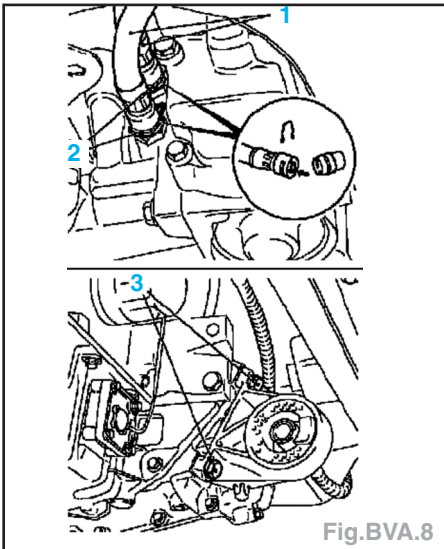

Fig.BVA.8
- Déposer les agrafes de sécurité (2), les conduites de refroidissement d'huile (1), refermer les ouvertures avec l'outil KM-924 et déposer les vis (3) avec le bloc amortisseur du moteur (Fig.BVA.8).